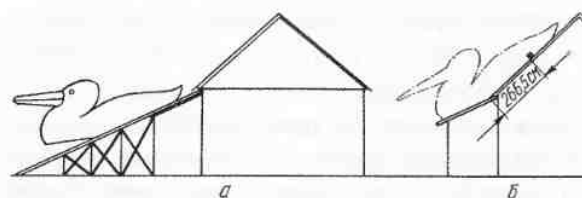

Рис. 271. Подъем корпуса пеликана вручную по дощатому настилу (а) и крепление его за стопорную планку (б)
**Подъем и установка корпуса пеликана.** Можно втянуть корпус пеликана на крышу лебедкой или дифференциальным воротом (см. «Полезные термины и сведения»), а если есть возможность, то и автокраном. Лебедку или дифференциальный ворот проще всего укрепить на земле с обратной стороны дома, но для этого на коньке крыши придется монтировать блоки для веревок, так как трение веревок о дерево в месте перегиба на коньке будет очень сильным. Но все-таки удобнее подыскать трех-четыре помощников и поднять корпус скольжением по настилу из досок (рис. 271, а). К этому времени, кроме подготовленного настила, на четырех средних досках крыши должна быть прибита прочная поперечная планка-доска, за которую зацепится одной из распорных планок под шпангоутом корпус пеликана. Местоположение этой планки необходимо рассчитать с точностью до миллиметра по расстоянию от переднего края птицы (груди) до края планки (рис. 271, б). Предпочтительнее, если ошибка будет в сторону завышения планки, так как в этом случае отрыв груди пеликана от крыши крыльца исправим: в любом случае здесь придется делать стыковку груди пеликана со ступенчатыми досками крыши с помощью деревянных вставок, подгоняя их по месту. Вставки подчищаются, зашпаклевываются и подкрашиваются тонкой кистью с соблюдени-